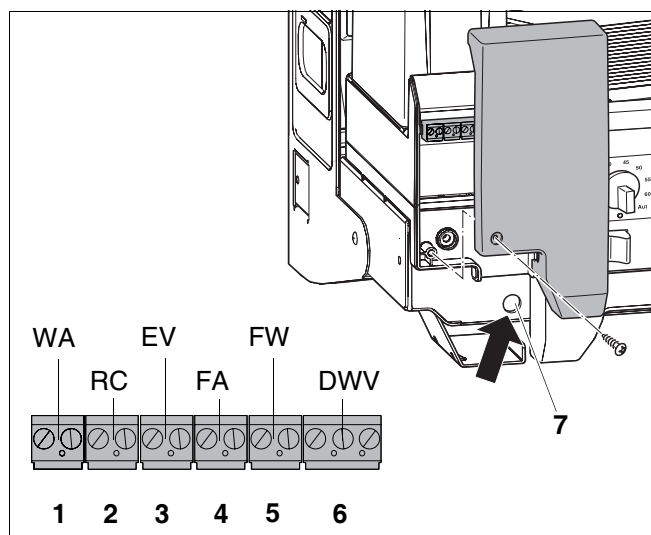

Abb. 14 Anschlusskasten und Klemmleiste
- Schraube am Anschlusskasten lösen (Abb. 14) und Deckel abnehmen.
- Ein-/Aus-Temperaturregler an der Klemmleiste an Position 1 anschließen (Abb. 14, **Pos. 1** – grün).
- Anschluss an der Klemme RC (Abb. 14, **Pos. 2**, Seite 24 – orange) vornehmen.
- Bei raumtemperaturgeführter Betriebsweise oder Verwendung als Fernbedienung: das Regelgerät an die Klemme RC (Abb. 14, **Pos. 2**, Seite 24 – orange) anschließen.
- Module an Klemme RC anschließen (Abb. 14, **Pos. 2**, Seite 24 – orange).
- Außentemperaturfühler an Klemmen FA (Abb. 14, **Pos. 4**, Seite 24 – blau) anschließen.
- Warmwassertemperaturfühler an Klemmen FW (Abb. 14, **Pos. 5**, Seite 24 – grau) anschließen.
- Kabel des externen Dreiwegeventils an der Klemmleiste (Abb. 14, **Pos. 6**, Seite 24 – türkis) anschließen. Das Dreiwegeventil hat 3 Anschlüsse (siehe auch Schaltplan, Abb. 59, Seite 78):